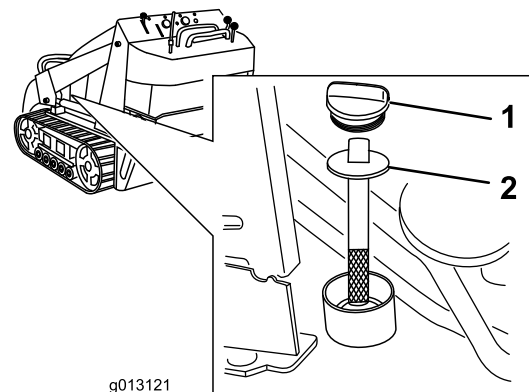

Bild 59
5. Entfernen Sie den Deckel des Hydraulikbehälters und den Peilstab (Bild 59).